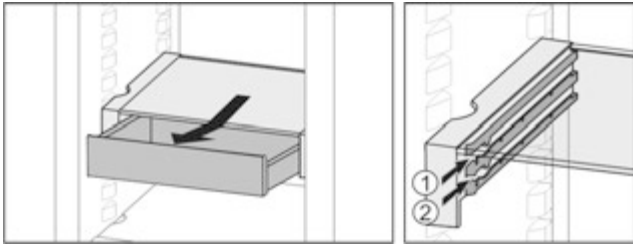

Fig. 35
- ▶ Вставити на будь-якій висоті Fig. 35 (1) або Fig. 35 (2).